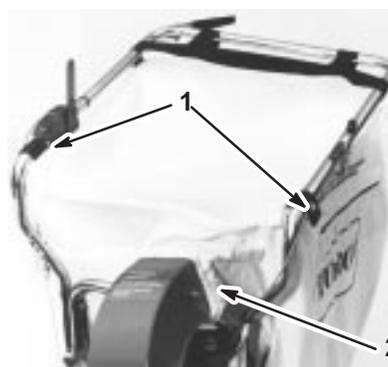

Figure 8
- Enfilez l'ouverture élastique du sac sur les rebords de l'éjecteur (Fig. 8).
- Mettez le sac en place en accrochant les rivets sur les ergots et la sangle sur le guidon (Fig. 8).